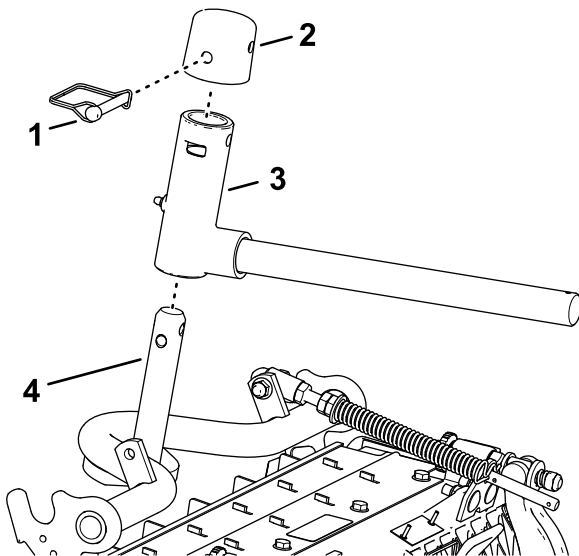

Figura 28
2. Monte el brazo giratorio del brazo de elevación en el pivote del bastidor de tiro (**Figura 28**).